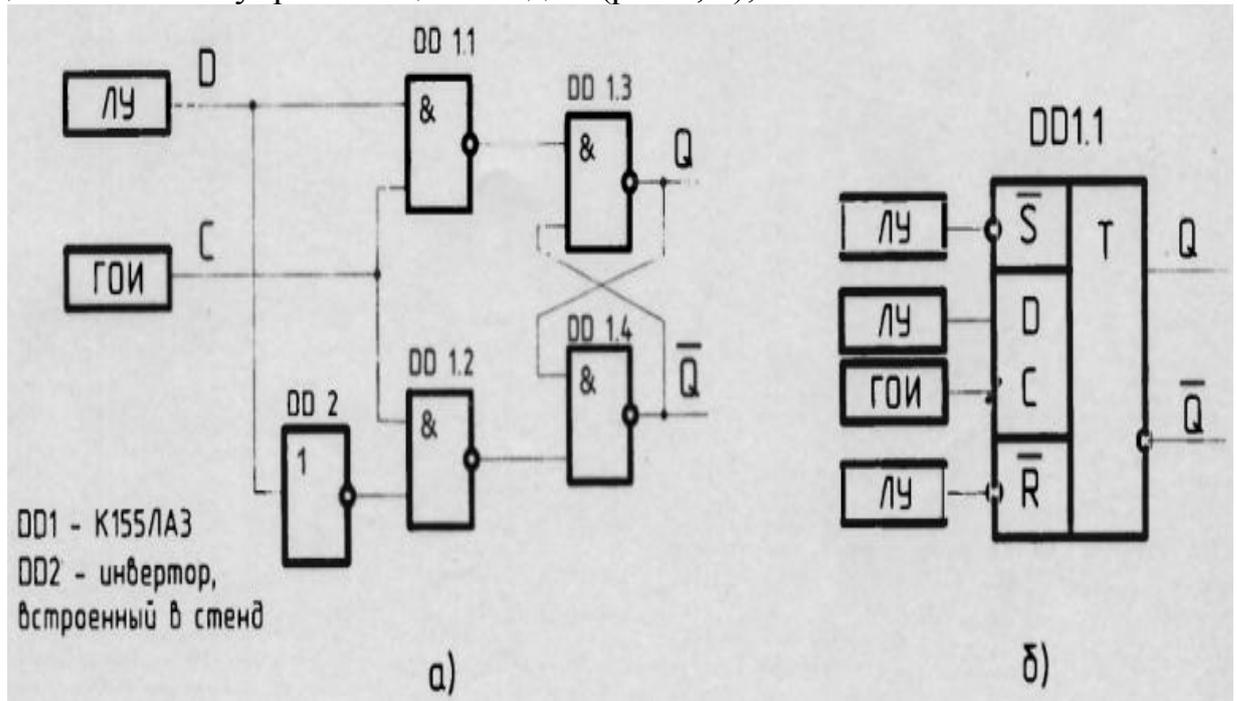

Рис. 2. Исследование D-триггеров
2. Исследуется D-триггер со статическим управляющим входом, построенный на отдельных логических элементах (рис.2, а) и D-триггер с динамическим управляющим входом (рис.2, б);
- по результатам исследований постройте временные диаграммы работы триггеров; - вместо микросхемы К155ЛН1 в схемах (рис.2, а и 4, в) можно использовать встроенный в стенд инвертор.